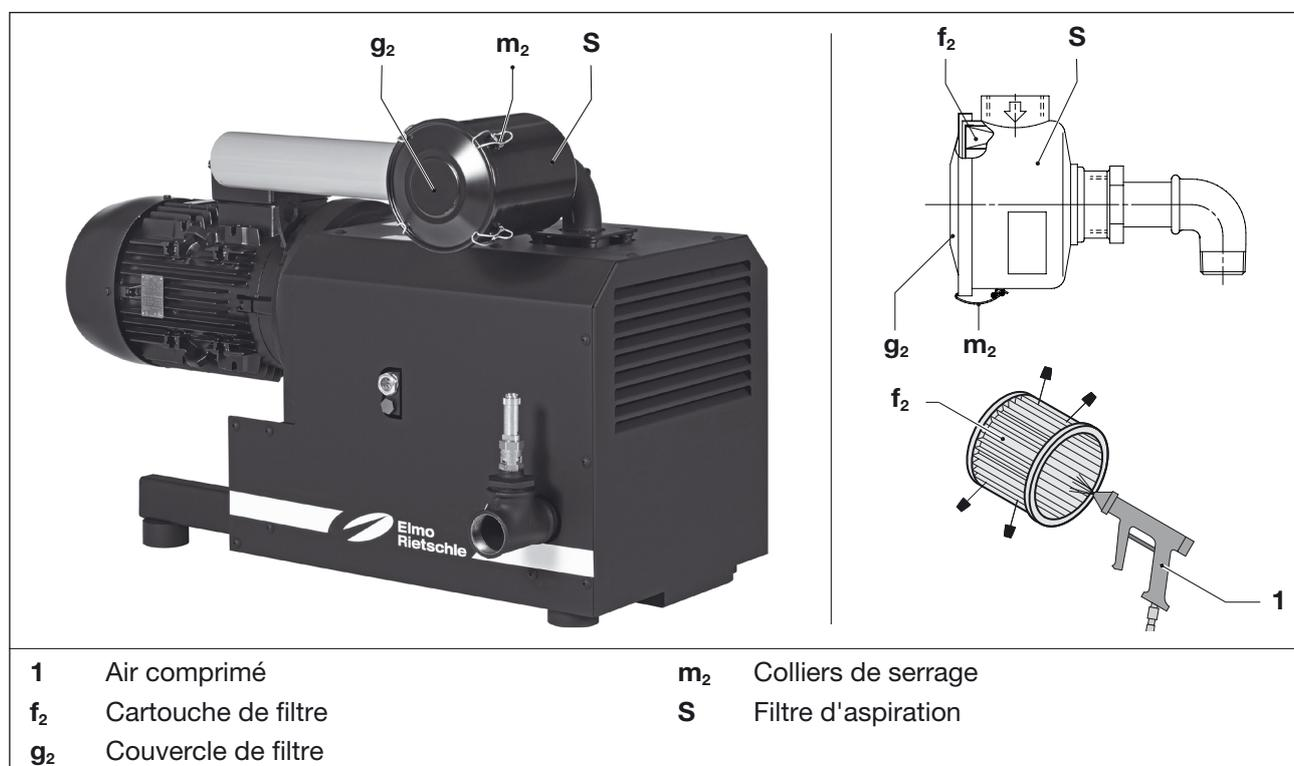

Fig. 8 Filtre d'aspiration
- Desserrez les colliers de serrage (Fig. 8/m₂) sur le couvercle du filtre (Fig. 8/g₂).
- Retirez la cartouche de filtre (Fig. 8/f₂) du filtre et nettoyez ou remplacez-la.
- Remettez la cartouche de filtre dans le filtre et fixez le couvercle du filtre (Fig. 8/g₂) à l'aide des colliers de serrage (Fig. 8/m₂).